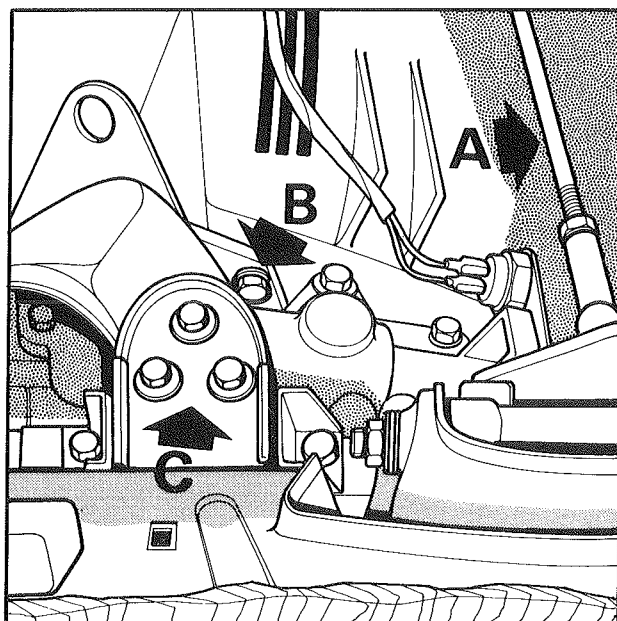

Fig. 1
- la tringle de passage des vitesses (A) (fig. 1)